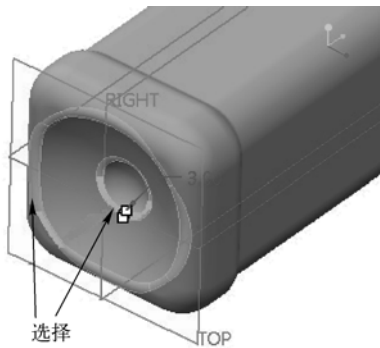

图 13-64 倒圆角 8
- 3 结合〈Ctrl〉键选择如图 13-64 所示的边线。